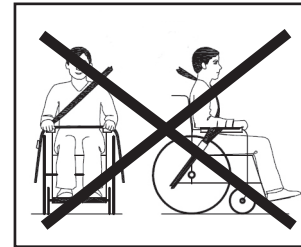

Abbildung 6
### Rückenrohre (siehe Abb. 6)
- Der Gurt darf keine Rollstuhlteile (wie etwa Armlehnen oder Räder) berühren, dann kann der Körper des Benutzers nicht mehr vollständig unterstützt werden (siehe Abbildung 6).